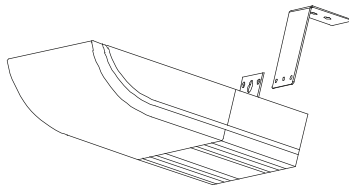

Рис.3
4. Установите кронштейны на расстоянии друг от друга, закрепив их с помощью цепи или крепежа. (Рис. 3).
5. Подвесьте обогреватель на кронштейны в соответствии с рис. 3, закрепив сначала один край, а потом другой. Убедитесь, что винты надёжно затянуты.